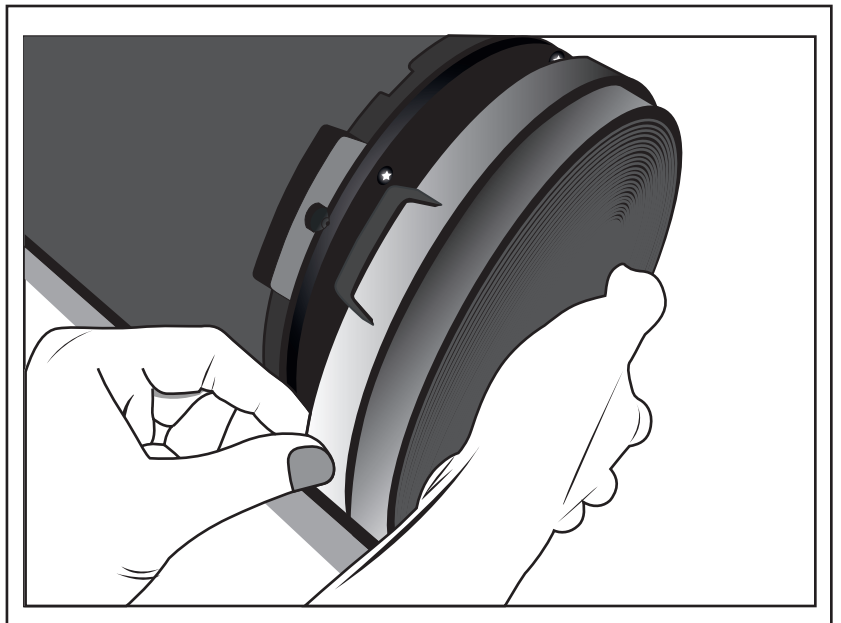

Figure 4
- a) Attacher les filtres à charbon (F) dans le moteur à l'intérieur de la hotte. Voir la figure 4.